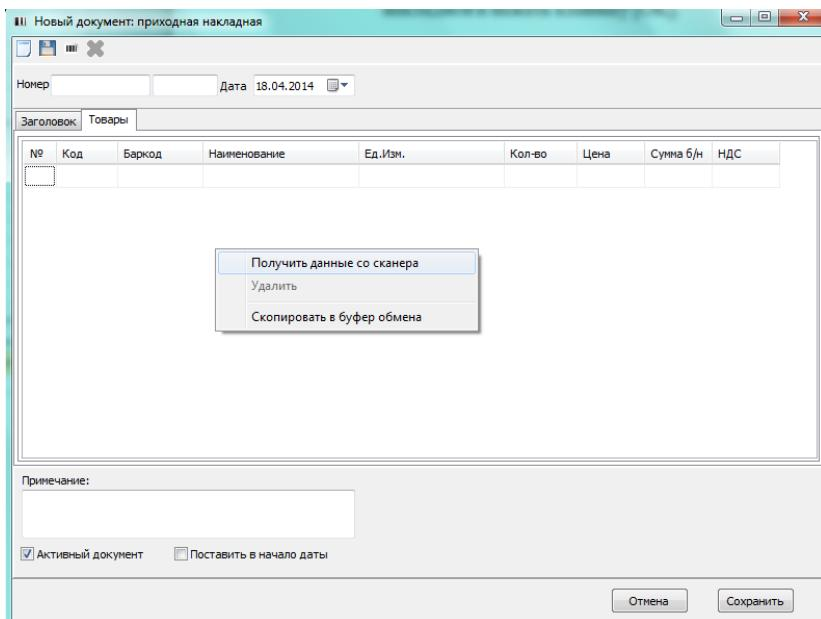

Рис. 454
5. После заполнения закладки «Заголовок» ( поля на закладке зависят от типа накладной) необходимо на закладке «Товары» из контекстного меню выбрать пункт «Получить данные со сканера» (см. Рис. 454).